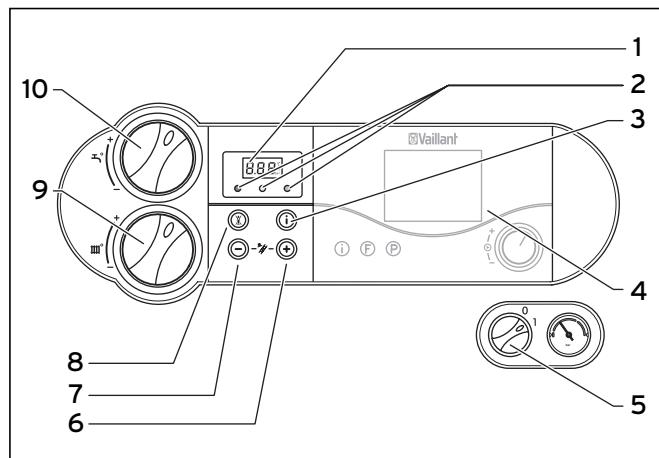

Рис. 4.2 Элементы управления
До тех пор, пока на дисплее отображается символ, температура подающей линии отопления и горячей воды на выходе будет задаваться посредством принадлежности vrnetDIALOG, т. е. прибор работает не с такими, как установленные на ручках настройки (9) и (10) на рис. 4.2 температурами.
- изменением настройки температуры на ручках настройки (9) или (10) на рис. 4.2 более чем на ±5 K.
- нажатием кнопки (8, рис. 4.2) „Устранение сбоев“ или